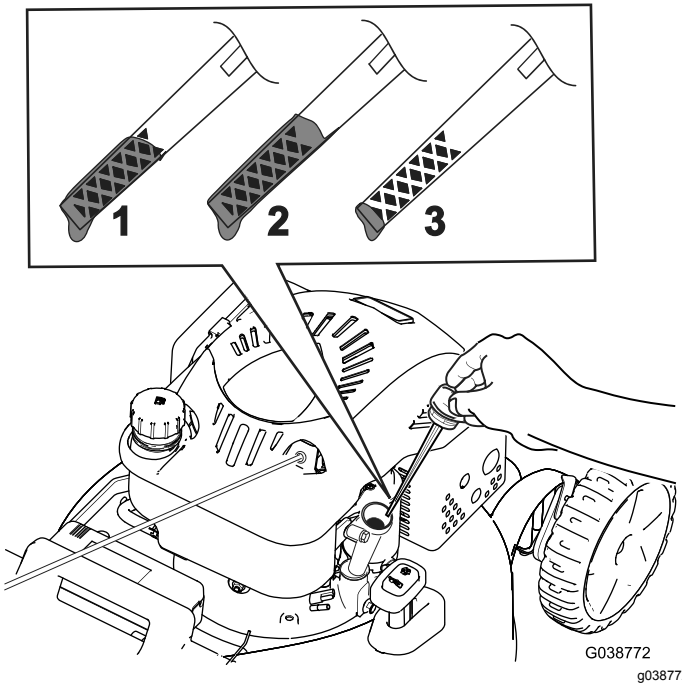

Bild 7
2. Entfernen Sie den Peilstab, indem Sie den Deckel nach links drehen und herausziehen (Bild 7).
7. Lesen Sie den Ölstand am Peilstab ab. (Bild 7)